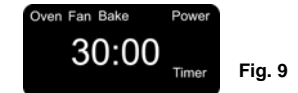

Fig. 9
6. Pour régler la durée, appuyez sur le bouton Augmentation/Diminution jusqu'à la durée désirée. (Fig. 9)